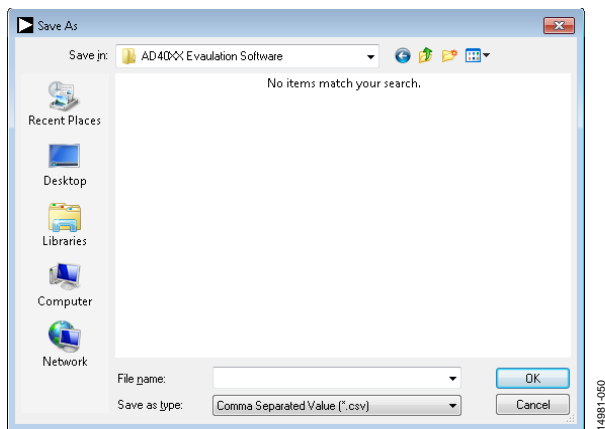

図 19. 保存ダイアログ・ボックス
- **[Save Captured Data]** では、後で解析するために、キャプチャした現在のデータを保存できます。ファイル形式は .csv です。[Save As] ポップアップでファイルのパスを選択または入力するように求められます (図 19 参照)。適切なフォルダのロケーションに保存します。